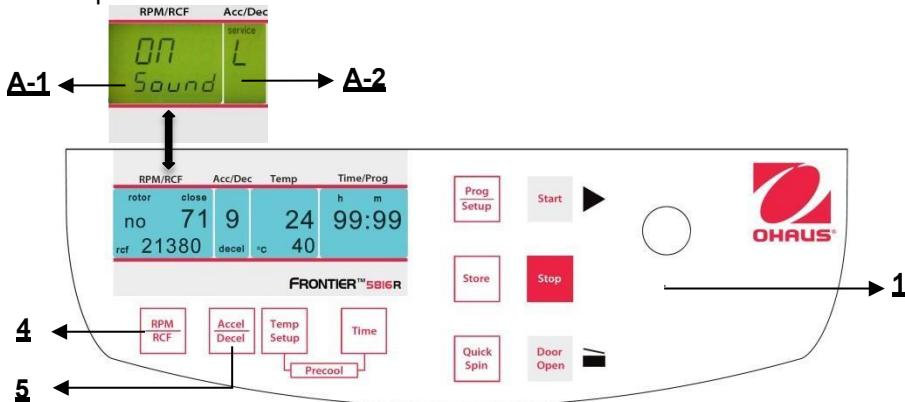

Figura 35
Procedere come descritto al punto 4.1.1 per inserire questa modalità programma e poi premere il tasto **"Accel/Decel"** (5). Sul display **"Acc/Dec"** (A-2) lampeggi la parola **"Service"**. Selezionare adesso la lettera **"L"** con la manopola di regolazione (1). Di conseguenza, compaiono le parole **"On Sound"** sul display **"RPM | RCF"** (4). Se adesso si preme il tasto **"RPM | RCF"** (4), lampeggi la parola **"On"** e si può disattivare la suoneria, con la manopola di regolazione(1) (Vedere figura 35).